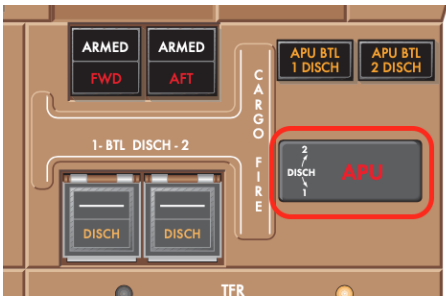

Рисунок 58. APU FIRE HANDLE.
- Установите переключатель запуска ВСУ в положение OFF (рис. 58)